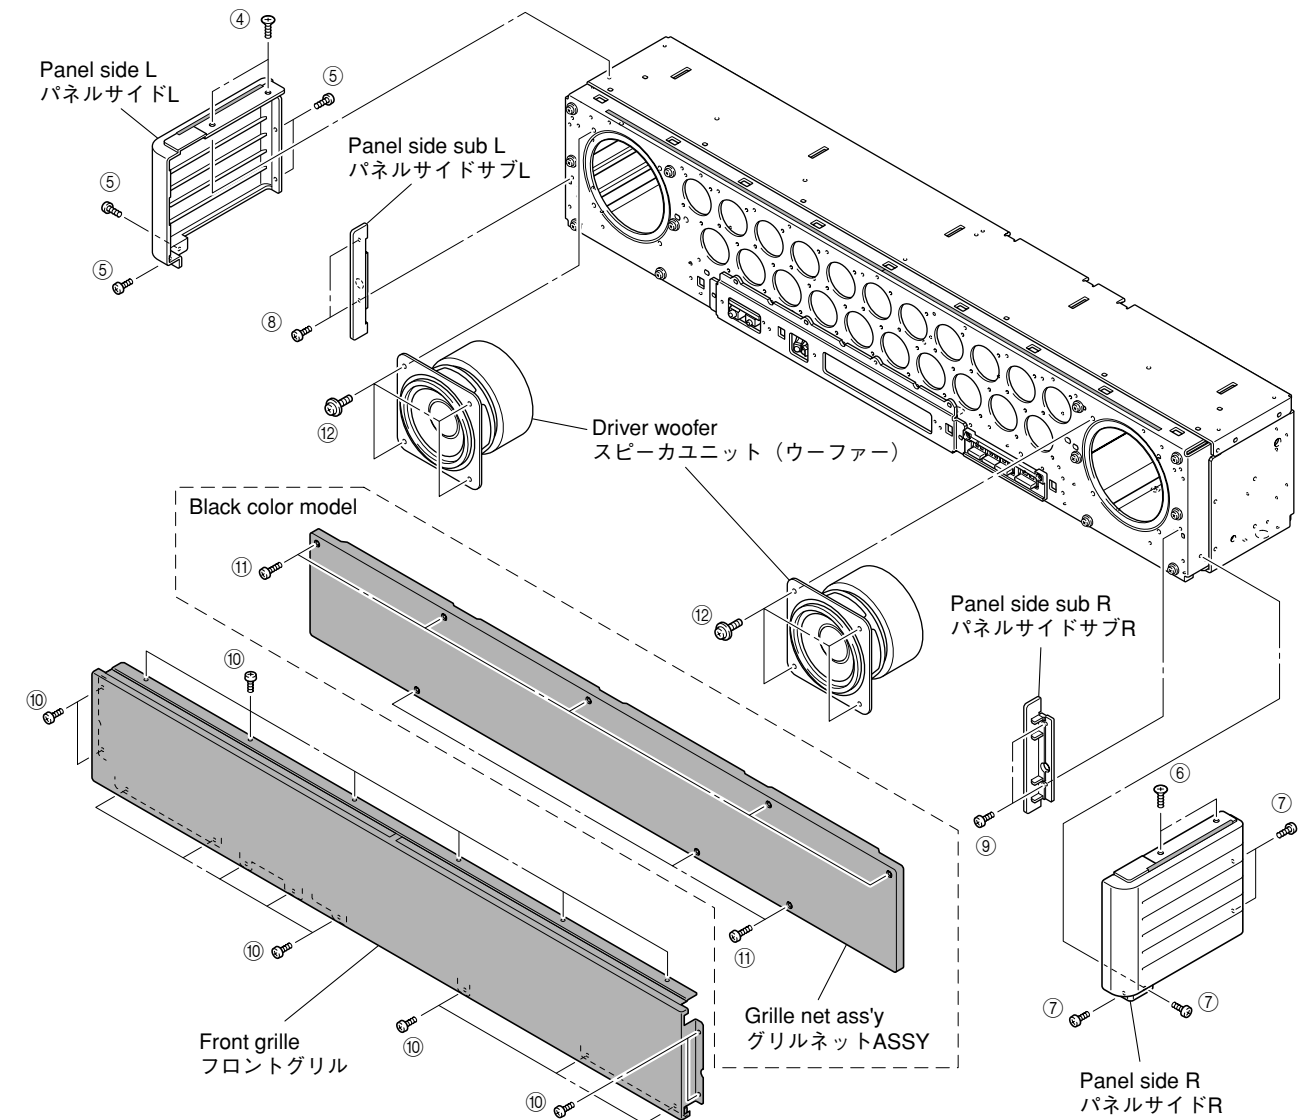

Fig. 3
- Remove 2 screws (④), 4 screws (⑤) and then remove panel side L. (Fig. 3)
- Remove 2 screws (⑥), 4 screws (⑦) and then remove panel side R. (Fig. 3)
- Remove 2 screws (⑧) and then remove panel side sub L. (Fig. 3)
- Remove 2 screws (⑨) and then remove panel side sub R. (Fig. 3)
- Remove 18 screws (⑩) and then remove front grille ass'y. (Fig. 3)
- Remove 8 screws (⑪). (Fig. 3)
- Remove grille net ass'y. (Fig. 3)
- Remove 4 screws/piece (⑫). (Fig. 3)
- Remove driver woofer. (Fig. 3)
- ④のネジ2本、⑤のネジ4本を外し、パネルサイドLを取り外します。(Fig. 3)
- ⑥のネジ2本、⑦のネジ4本を外し、パネルサイドRを取り外します。(Fig. 3)
- ⑧のネジ2本を外し、パネルサイドサブLを取り外します。(Fig. 3)
- ⑨のネジ2本を外し、パネルサイドサブRを取り外します。(Fig. 3)
- ⑩のネジ18本を外し、フロントグリルを取り外します。(Fig. 3)
- ⑪のネジ8本を外します。(Fig. 3)
- グリルネットASSYを取り外します。(Fig. 3)
- ⑫のネジ4本/個を外します。(Fig. 3)
- スピーカユニット(ウーファー)を外します。(Fig. 3)